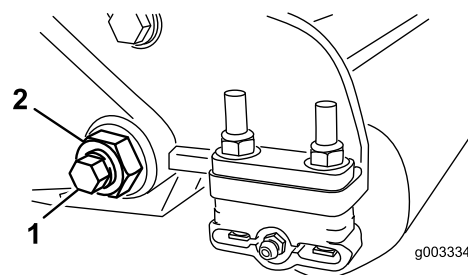
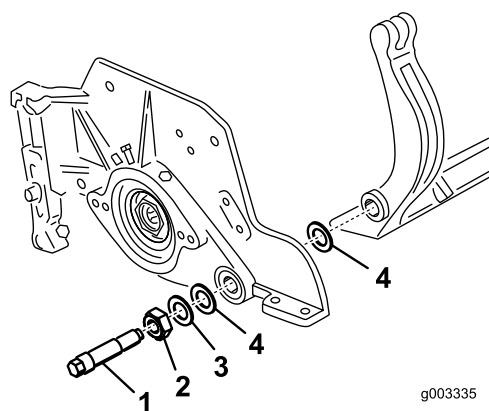

図 30
図 31
- ベッドバー・ボルト (図 30) を固定しているロックナット (機体両側) をゆるめる。
- 各ベッドバー・ボルトを抜いて、ベッドバーを下に引き抜いて外す (図 30)。ベッドバーの両端にナイロンワッシャとスチールワッシャが2枚ずつあるので注意する (図 31)。
- ベッド・バー・ボルト (とボルトについているナット) とワッシャ6枚で、ベッド・バーを各サイド・プレートに固定する。ナイロン・ワッシャはサイド・プレートの両側のボスに嵌め込む。その外側からスチール製ワッシャを取り付ける (図 31)。ベッドバーボルトを 27-33 ft.-lb (37-45 N-m = 4.6-1.7 kg.m) にトルク締めする。左右の遊びが完全になくなって外側のスチール製ワッシャが回らなくなるまで (ただし決して締めすぎになったりサイド・プレートが変形したりしていない) ロックナットを締め付ける。内側のワッシャには遊びがあってよい。